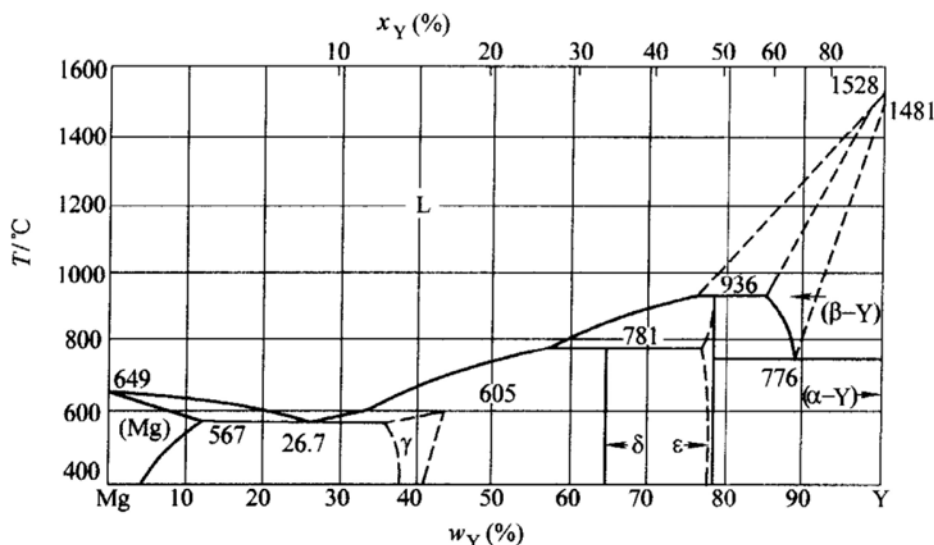

图 20-1 第三题图
- 三、(15 分) 针对图 20-1 所示 Mg-Y 相图，回答下列问题：